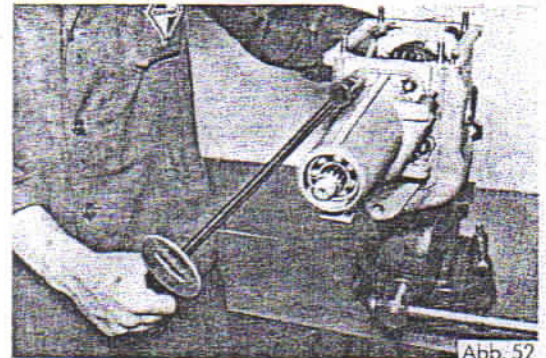

Abb. 52
46. Tachometergehäuse über Hauptwelle an Getriebegehäuse ansetzen. Befestigungsmuttern für Tachometergehäuse mit Federscheiben aufschrauben und mit 3,2 mkg anziehen (Abb. 52). Schlitzschraube einschrauben und durch Körnerschlag sichern.